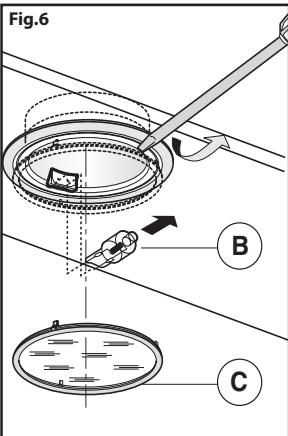

Fig.7
- **Comandi slider (Fig.7)** la simbologia è di seguito riportata: